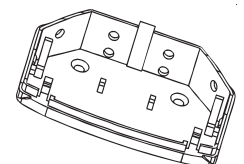

Рисунок 6
8.3 В зависимости от выбранного места установки извещателя определите с помощью каких граней основания будет осуществляться крепление и просверлите или выдавите отверткой отверстия для крепления и ввода проводов (рисунок 6). Введите провода через отверстие для ввода проводов. Оставьте несколько сантиметров провода для подключения к колодкам.